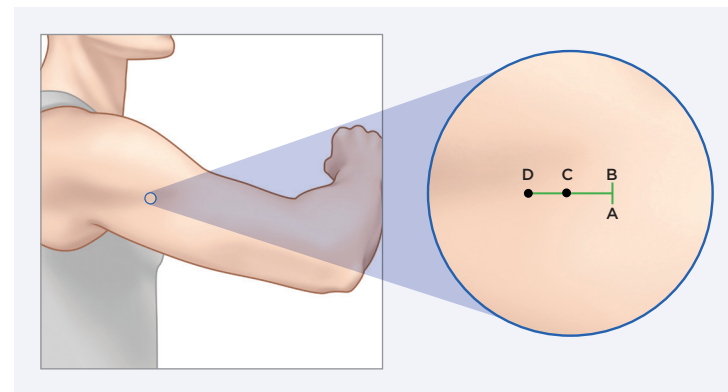

Bild 1
Lokalbedövning (ungefär 2 ml lidokain) bör injiceras ungefär 5 mm längs planerat snitt (längs AB) och ungefär 30 mm vinkelrätt mot planerat snitt (längs CD) som är den tänkta linjen med troakaren. (Bild 1).
Börja snittet vid punkt B (bild 1) och gå mot punkt A, tills snittet är ungefär 5 mm.
2. Ta bort troakaren från brickan och för in troakaren i ca 45 graders vinkel mitt emellan A och B (bild 1 och 2) så att spetsen och den avfasade delen på troakaren hamnar under huden, och tills insättningskydden ligger an mot huden.